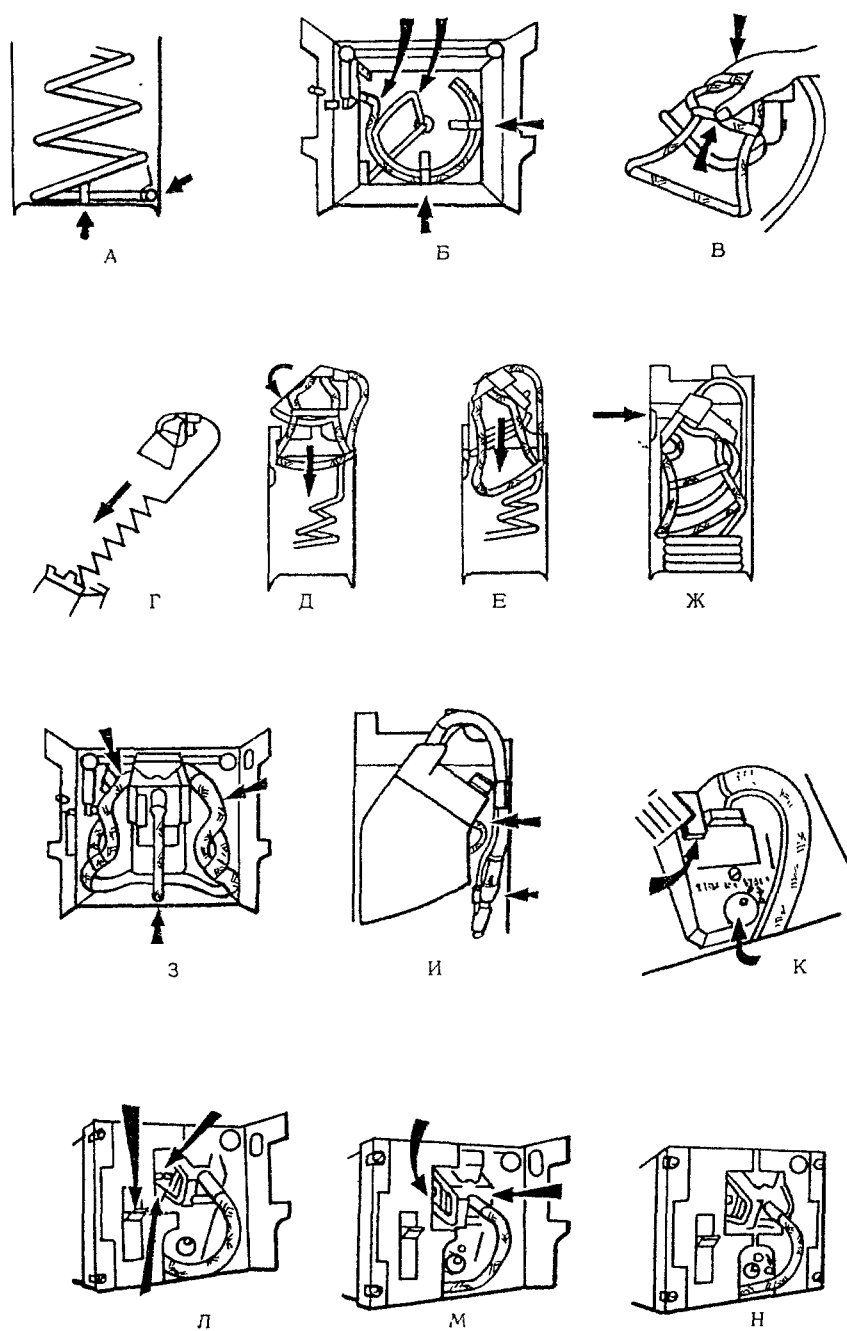

РИС. 6. СХЕМА УКЛАДКИ МАСКИ КМ-114
Кислородные маски КИ-ИИ4 (рис. 6)
- уложите витой трубопровод, оголовье и маску в укладочный блок (рис. 6, а, б, в, г, д, е);
- убедитесь, что крышка регулятора маски упирается в верхнюю часть торца контейнера, а две распорки перед пневматическими ремнями аккуратно уложены над маской (рис. 6, ж);
- установите прибор маски так, чтобы кислородный шланг занимал среднее положение и разъемы не касались корпуса маски (рис. 6, з, и);
- закройте левую створку и установите кнопку КОНТРОЛЬ в верхнее положение - флажок должен исчезнуть (рис. 6, к);
- установите выступающий штифт на левой створке в отверстие на ушке регулятора маски (рис. 6, л, м, н);